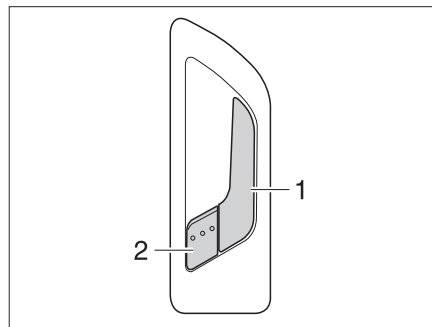

Fig. 42 Cerradura de la puerta de entrada, en el interior
- Tirar del tirador (Fig. 42,1). Se desbloqueó la cerradura de la puerta. La palanca de retención (Fig. 42,2) salta hacia fuera automáticamente.
- Presionar la palanca de retención (Fig. 42,2).